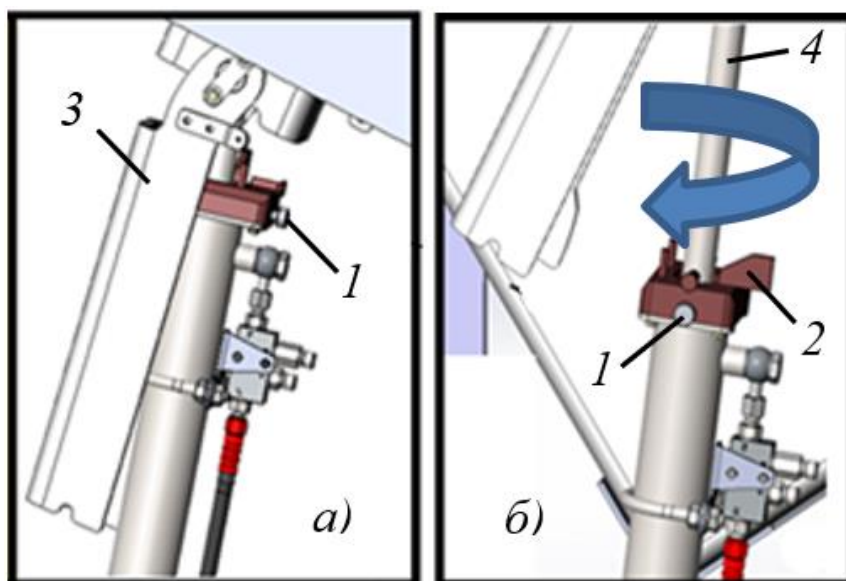

Рисунок 232 Механизм подъема кабины
яние поз 4 Рисунок 232)
- ▶ Ослабить винт поз. 1 фиксатор опоры блокиратора (стопор) Рисунок 232 а
- ▶ Повернуть опору блокиратора поз. 2 Рисунок 232 б по часовой стрелке на 90°, затянуть фиксатор опоры блокиратора поз. 1, Рисунок 232 б